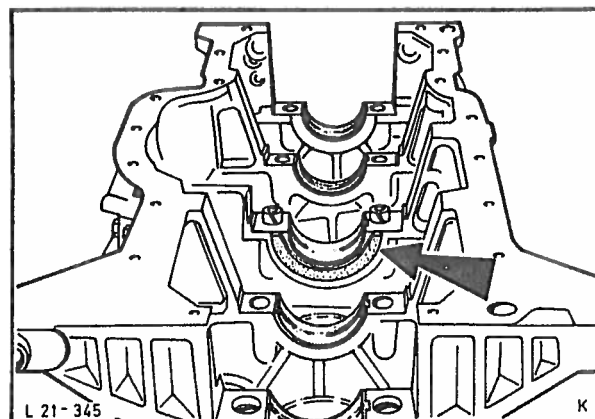

Fig. 59 Sett inn bærelagerskåler og trøsteskiller i motorblokken.
30. Monter bærelagerskålene tørre (inkludert oljespor og borer) i motorblokken. Sett inn begge trøsteskiller ved det midtre lageret (med bronsesiden og oljeutsparingene utover), fig. 59. Påfør olje på lagerskålene og legg forsiktig veivakselen på plass.